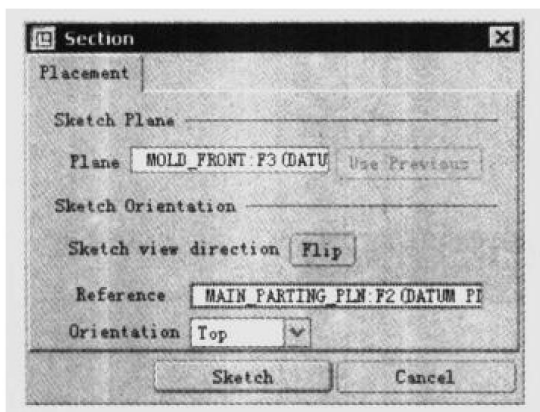

图 1.19 选择草绘平面
- 选取绘图平面: MOLD_FRONT, 选取 MAIN_PARTING_PLN 作为 Top 参考平面, 如图 1.19 所示。然后单击 Sketch 按钮